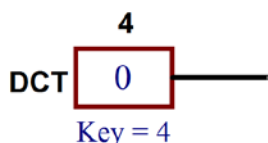

图 1-7: 一位交互式数字信号
- **一位交互式数字信号。**一位交互式数字信号是一个数字信号源器件，在“数字信号源”型号库中，如图 1-7 所示。其中的“key=4”是其控制键，对应于键盘上的按键“4”。在原理图中选中一位交互式数字信号器件后，可在属性窗口中将其控制键修改为键盘上的其它按键。当启动仿真后，一位交互式数字信号显示数字 0 时，输出低电平信号；显示数字 1 时，输出高电平信号。通过按下控制键可以使一位交互式数字信号的输出在高电平和低电平之间切换。